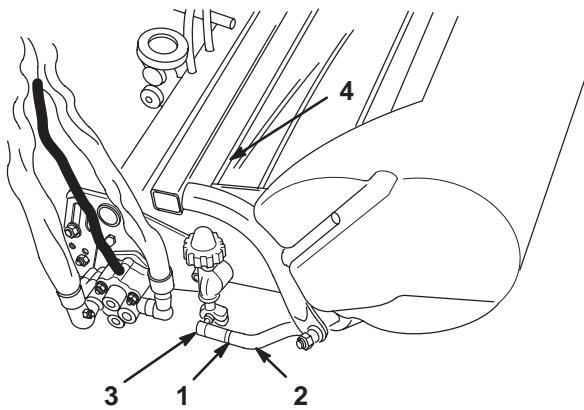

Bild 11
6. Befestigen Sie die Körbe an den Zuggestellen, lockern Sie die Klemmmuttern an den Zugarmen und stellen Sie die Kugelsechskante so ein, dass ein Spiel von 6,4 bis 12,7 mm zwischen der Korblippe und den Spindelmessern besteht (Bild 11).
7. Richten Sie die Innensechskante der Kugelgelenke so aus, dass die offene Seite des Sechskants in Richtung Kugelbolzen zentriert ist. Ziehen Sie die Klemmmuttern fest, um die Innensechskante in ihrer Stellung zu arretieren (Bild 11).